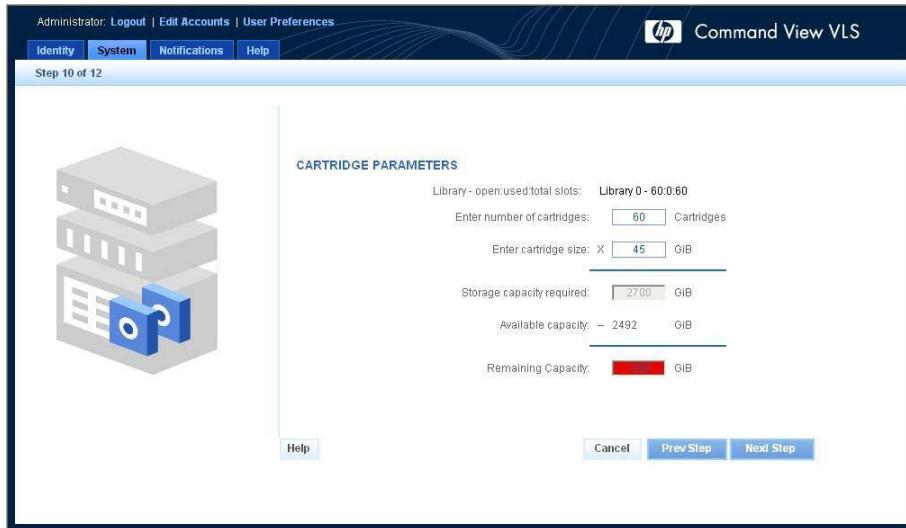

Figure 37 Fenêtre Create Virtual Library Wizard (Assistant de création de librairie virtuelle) (10 de 12)
8. Entrez le nombre de cartouches et la taille dans les zones appropriées (Figure 37).